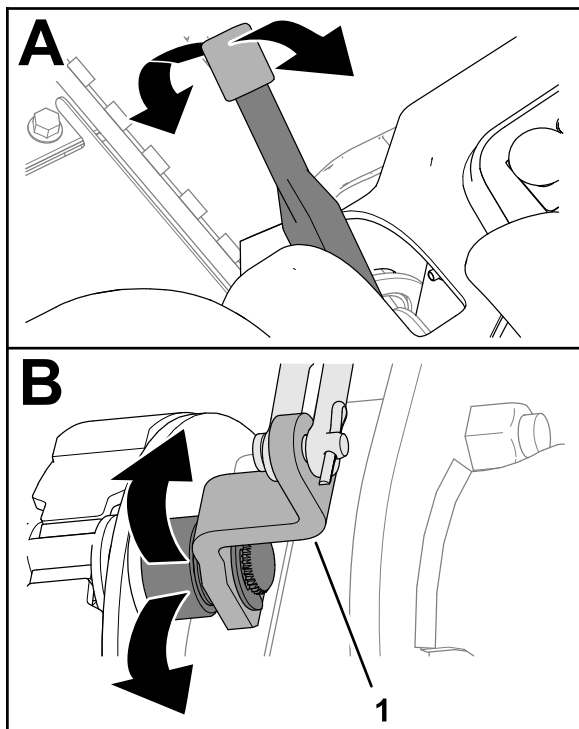

Figura 81
2. Mueva la palanca del freno de estacionamiento hacia arriba y hacia abajo para comprobar que la leva del freno se mueve libremente (Figura 81).